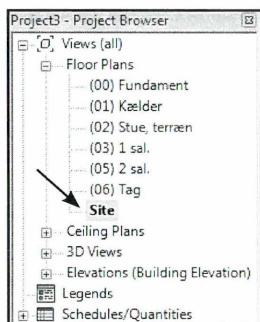

Fig. 10.01. Project Browser.
Hvis du anvender *Templaten*, *Metric_Dan_Template*, vil der i *Project Browseren* (Fig. 10.01) være en *Floor Plans View* der hedder *Site*. Dette er en situationsplan, der kan anvendes til formålet. Vi kan tjekke hvilke *View Range* indstillinger denne har. Hvis der anvendes en anden *Template*, hvor *Site/oversigtsplan/situationsplan* ikke findes i forvejen, skal denne tegnes.
- Dobbeltklik på *Site* i *Project Browseren* (Fig. 10.01).
- Klik på *Site* i *Project Browseren* (Fig. 10.01). Hvis du ikke allerede står der.